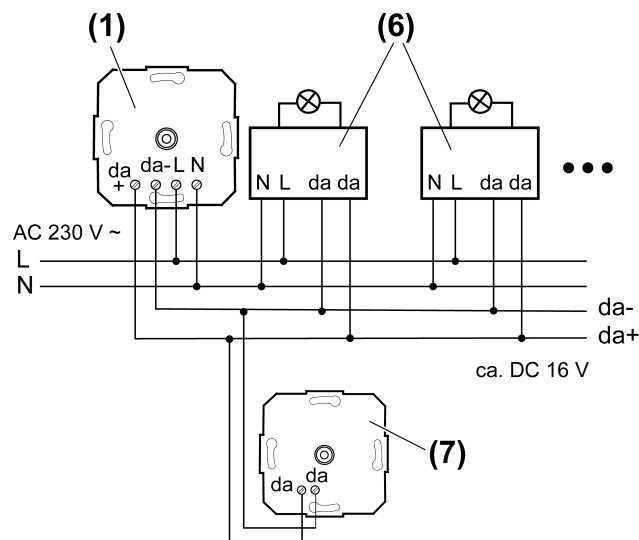

Bild 3
- (1) DALI-Potentiometer mit Netzteil
- (6) DALI-Teilnehmer z. B. DALI-EVG
- (7) DALI-Potentiometer ohne Netzteil
- DALI-Potentiometer und DALI-EVG gemäß Anschlussbeispiel anschließen (Bild 3). Dabei die Angaben des EVG-Herstellers beachten.